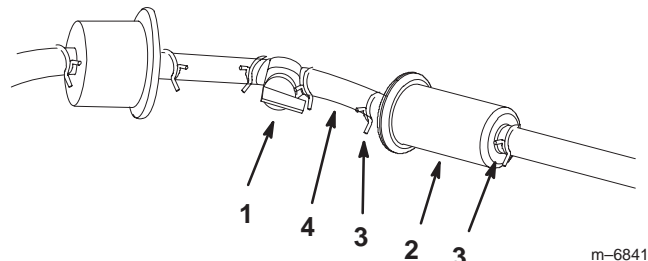

Figure 48
4. Débranchez la conduite d'alimentation du filtre (Fig. 48). Ouvrez le robinet d'arrivée de carburant et laissez l'essence s'écouler dans un bidon ou un bac de vidange.
5. Raccordez la conduite d'alimentation au filtre. Rapprochez le collier de serrage du filtre pour fixer la conduite d'alimentation (Fig. 48).
2. Fermez le robinet d'arrivée de carburant (Fig. 48).
3. Desserrez le collier de serrage au niveau du filtre à carburant et repoussez-le le long de la conduite d'alimentation pour l'éloigner du filtre (Fig. 48).